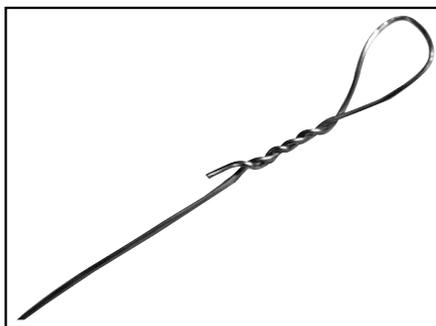

Fig. 1
1. Preparare il filo inox fornito in rocchetti creando un occhiello alla sua estremità piegando su se stessa quest'ultima (come mostrato in Fig.1)